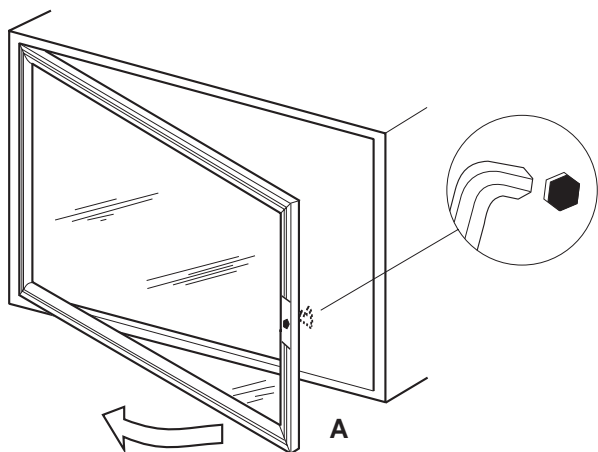

Fig. 8.2
8.2 PULIZIA DEL VETRO (FIG. 8.2)
- Non effettuare la pulizia durante il funzionamento del caminetto. (Fig. 8.2: A-apertura antina per pulizia vetro).
8.2 CLEANING THE GLASS (FIG. 8.2)
- Do not carry out cleaning when the fireplace is in operation (Fig. 8.2: A - door opening for glass cleaning)
8.2 REINIGUNG DES GLASES (ABB. 8.2)
- Keine Reinigung bei betriebem Kaminofen vornehmen. (Abb. 8.2: A Öffnen der Tür zur Glasreinigung)